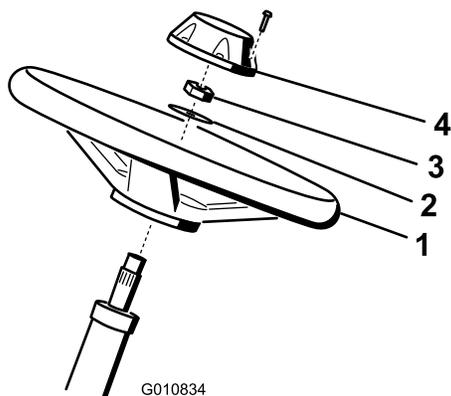

図5
1. ハンドルをステアリングシャフトにはめ込む(図5)。
2. ワッシャをステアリングシャフトにはめ込む(図5)。
3. ジャムナットでハンドルを固定し、2735 N.m にトルク締めする(図5)。
4. キャップを取り付け、ねじで固定する(図5)。